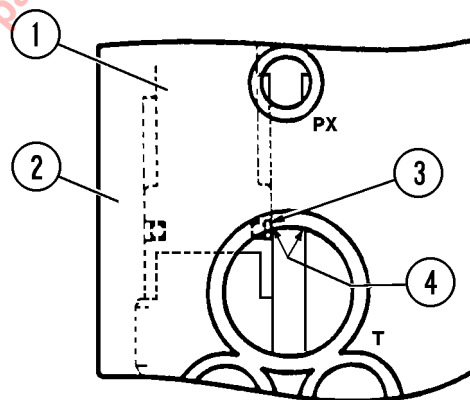

FIGURA 3-8. INSTALACIÓN DEL ANILLO GLYDE
2. Instale el pistón accionador «B1» (2) en el circuito «B1». Procure no dañar o cortar el anillo Glyde durante la instalación. Observe el conjunto del anillo Glyde a través del puerto del tanque mientras instala el émbolo. (Consulte la Figura 3-8) Quizás sea necesario trabajar los anillos Glyde más allá del borde afilado dentro del cuerpo para evitar dañar el sello. Asegúrese de que el pistón accionador esté completamente asentado y que toque el fondo.